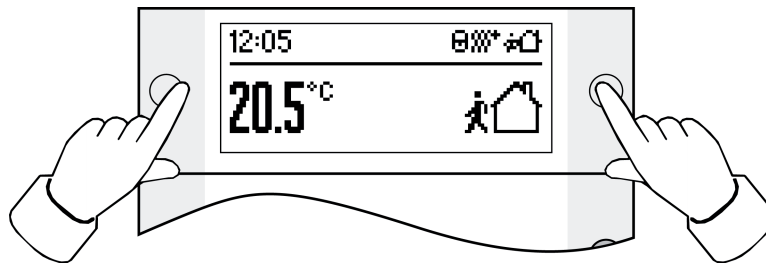

Figura 2
- Azionare contemporaneamente i due tasti accanto all'indicatore (figura 2).